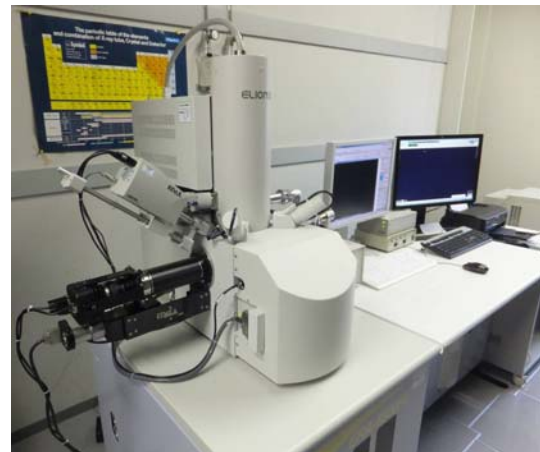

図 1 電子線三次元表面形態解析装置
電子線三次元表面形態解析装置 (図 1) は、材料や製品の表面観察、表面形状計測、表面分析の 3 つの機能を有する総合的な表面解析装置です。本装置では、複数 (4 本) の二次電子検出器を用いるため、観察表面内の縦方向 (Y)、横方向 (X) とともに精度の高い測定が可能です。また、検出器に入る二次電子の信号量を定量的に捉えることで、表面の微細な三次元形状も計測することが出来ます。形状計測においては、電子線を探針 (プローブ) としているので、触針式の欠点であった針先端サイズの影響を受けることなく、nm レベルで凹凸形状の計測が可能です。また、表面分析では、微小部の元素分析や結晶方位解析が可能です。装置の主な仕様を表 1 に示します。